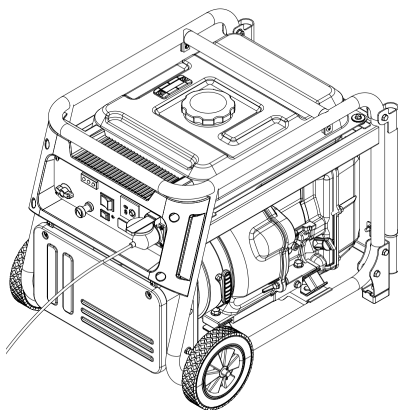

Figure 11 L'équipement est relié au générateur
2. Assurez-vous que les commutateurs de l'équipement connecté sont arrêtés, puis insérez les bougies de l'équipement dans la prise. Voir la figure 11.